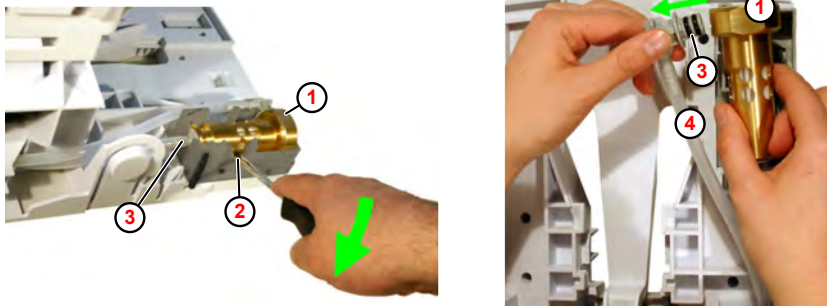

Abb. 16: Demontage/Montage Rohrunterbrecher
1. ➤ Rohrunterbrecher (Abb. 16 , ①) mit Schraubendreher aus der Halterung (seitliche Öffnung) ② hebeln.
2. ➤ Verbindungsniessel ③ vom Rohrunterbrecher ① abziehen.